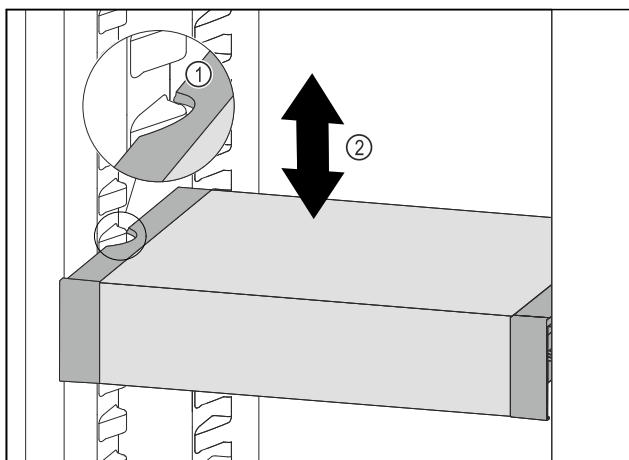

Fig. 143
- Træk VarioSafe fremefter, indtil udsparingerne i siden på VarioSafe er på niveau med beholderribben i kølesektionen. Fig. 143 (1)
- Flyt VarioSafe op eller ned i kølesektionen, indtil den ønskede højde er nået. Fig. 143 (2)